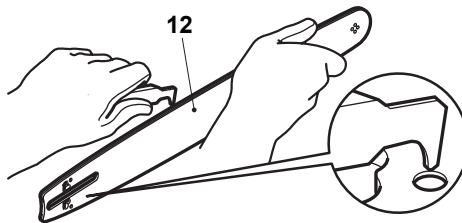

Fig. 40
3. Compruebe el piñón de accionamiento (10). Si está desgastado o dañado debido a la tensión, procure que lo sustituya un agente de servicio autorizado o una persona con cualificación similar.
4. Elimine los residuos de los raíles de la barra guía (12) utilizando un destornillador, una espátula, un cepillo de alambre u otra herramienta similar. Esto mantendrá los conductos de aceite abiertos para proporcionar una lubricación adecuada a la barra guía (12) y a la cadena de la sierra (11) (Fig. 40).